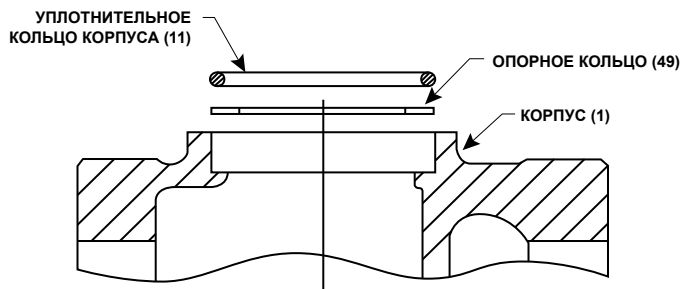

Рис. 5. Подetailный вид корпуса с показанным размещением уплотнительного кольца корпуса и опорного кольца
1. Вывинтить крепежные винты (2) и отделить кожух мембраны (4) от корпуса (1).
2. Снять и осмотреть уплотнительное кольцо корпуса (11) и опорное кольцо (49). См. рис. 5.
3. Осмотреть и, при необходимости, заменить диафрагму (5). Защитить посадочную поверхность диафрагмы
8. Установить опорное кольцо (49) в корпус (1). Затем установить уплотнительное кольцо корпуса (11) в корпус. См. рис. 5.
9. Установить кожух мембраны (4) в корпус (1). Закрепить кожух мембраны в корпусе винтами (2), затянув их с моментом от 10,2 до 14,2 N•m / 90 до 126 inch-pounds.